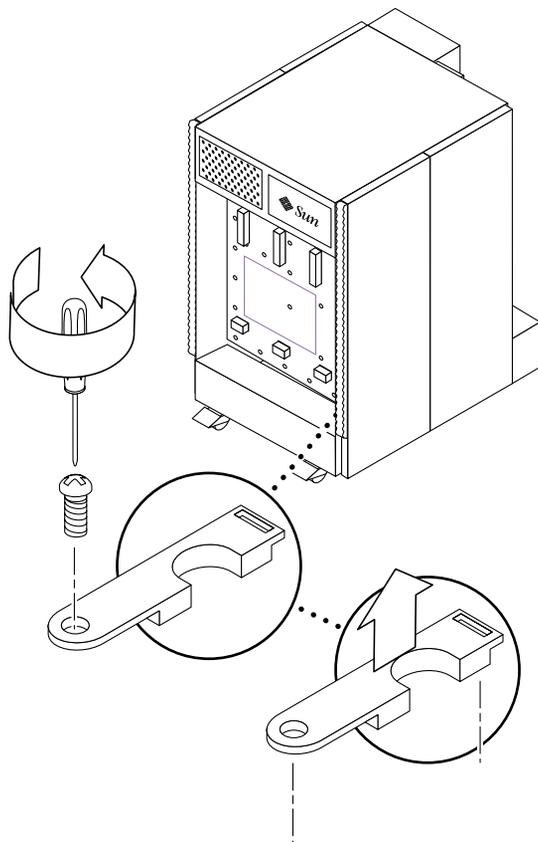

図 11-18 ケーブルガイドの取り外し — Sun Fire E4900 システム
4. プラスチックのケーブルガイドを取り付けます (図 11-18)。